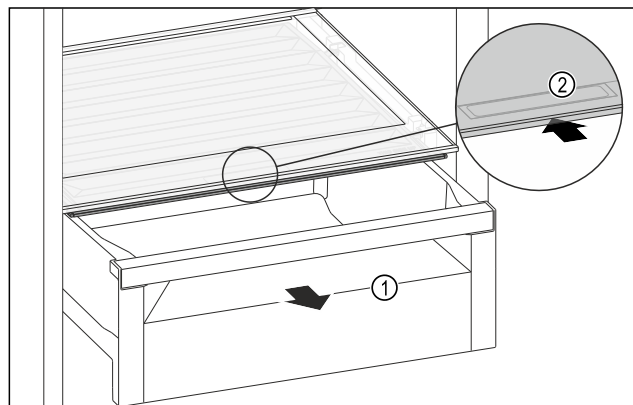

Fig. 125
- Zásuvku Fig. 125 (1) vytáhněte.
- Uchopte prohlubeň pro rukojeť Fig. 125 (2) na víku zásuvky a současně zasuňte víko zásuvky směrem dozadu.